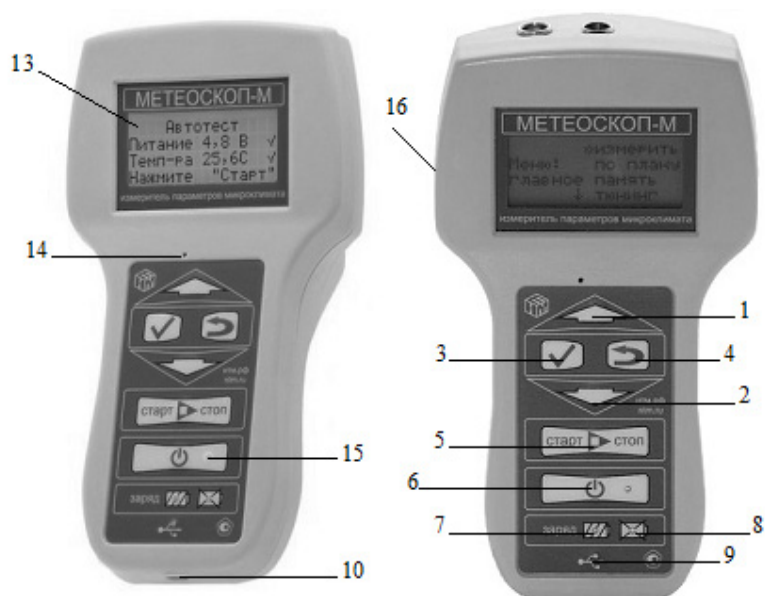

Рис.5. Внешний вид Измерителя.
- вставить штекер блока питания в гнездо (16), расположенного с левой стороны Измерителя (См. рис. 5);
- вставить вилку зарядного устройства в сетевую розетку ~220В 50 Гц; при этом загорится индикатор заряда АКБ (7) (см. рис. 5) на передней панели Измерителя;
Если в процессе заряда аккумуляторных батарей произошел какой-либо сбой, индикатор процесса заряда погаснет и загорится индикатор «сбой в процессе заряда» (8) (см. рис. 5). В этом случае необходимо отсоединить блок питания от сети 220В., и выдержав паузу (1 мин.), снова включить блок питания в сеть 220В. В случае многократного повторения сбоя процесса заряда, необходимо обратиться в сервисный отдел ООО «НТМ-Защита» (контактная информация доступна на сайте www.ntm.ru).